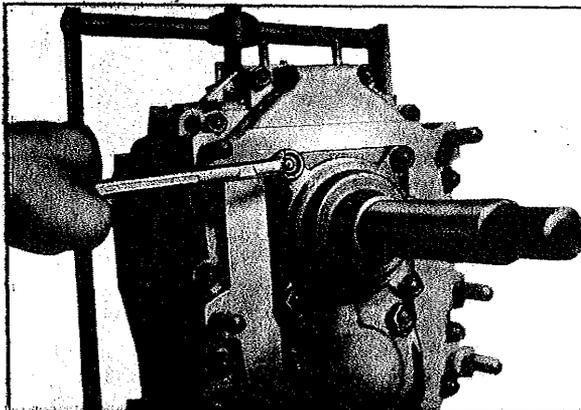

Fig. 7
- 6.1 Devisser les écrous (102) et retirer la bride du palier de débrayage (201) (fig. 7). En pressant, retirer de la bride la bague d'étanchéité (203).